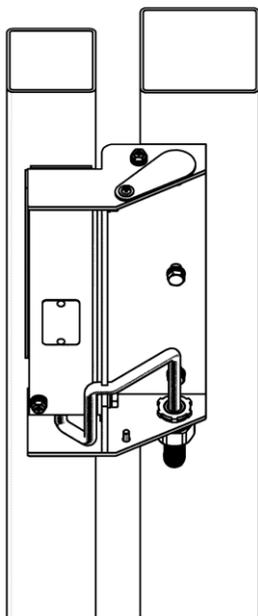

Рисунок 4 – Монтаж кабеля
Установить в одно из ребер кронштейна муфту РКн-10 (7), в зависимости от направления выхода кабеля из кронштейна (рисунок 4). Ввести кабель в муфту и в металлорукав, закрепив металлорукав в муфте (металлорукав в комплект поставки не входит).